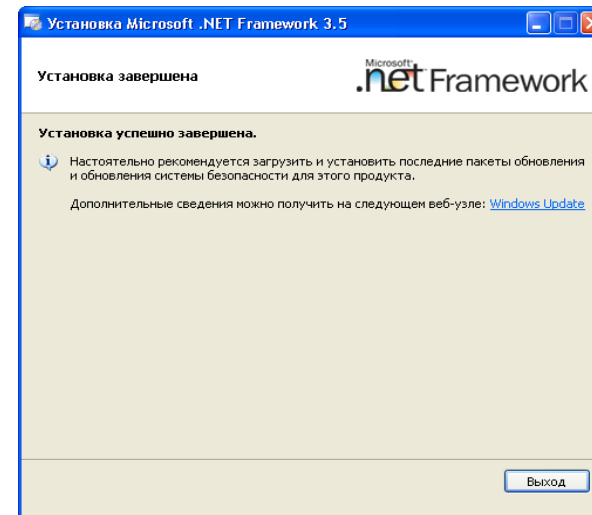

Рисунок 6.5
5) После установки программы "FrameWork_3.5" на экране ПК появится окно с сообщением о завершении установки (рисунок 6.5).